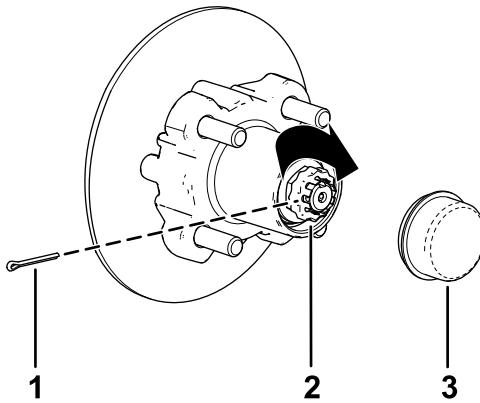

Figura 33
8. Coloque el retén sobre la tuerca y compruebe la alineación de la ranura del retén y el taladro de la chaveta del eje (Figura 33).
9. Instale la chaveta y doble las patas alrededor del retén (Figura 33).
10. Instale el tapón guardapolvo sobre el cubo (Figura 33).